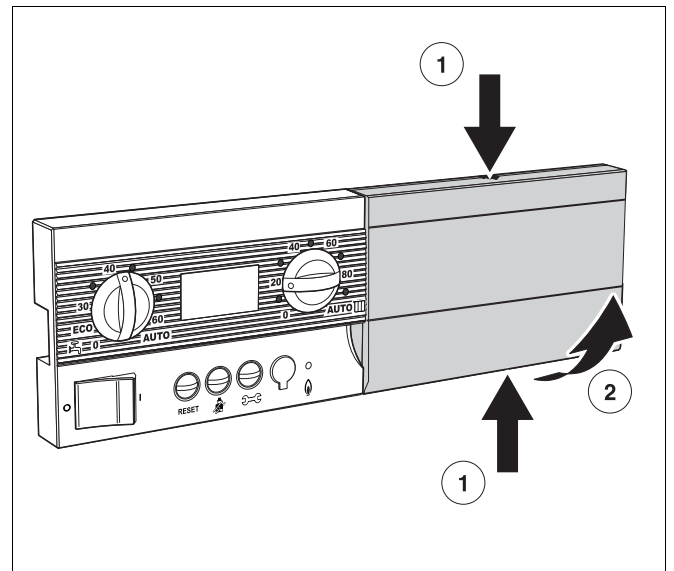

Abb. 1 Blende abnehmen
- Entriegelungsglaschen an der Blende (Abb. 1, **Pos. 1**) oben und unten gleichzeitig drücken.
- Blende in Pfeilrichtung von der Grundplatte nehmen (Abb. 1, **Pos. 2**).